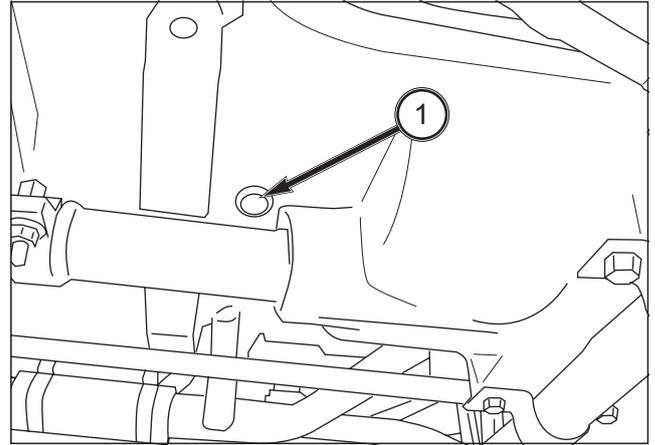

FIG. 189
FIG. 189: El tapón (1) debe retirarse de la parte inferior de la carcasa del embrague una vez al año. Cualquier fuga de aceite del sello del cigüeñal trasero del motor o del eje de entrada de la transmisión se puede advertir por la pérdida de aceite a través del agujero. Póngase en contacto con su distribuidor si se detecta una fuga de aceite.